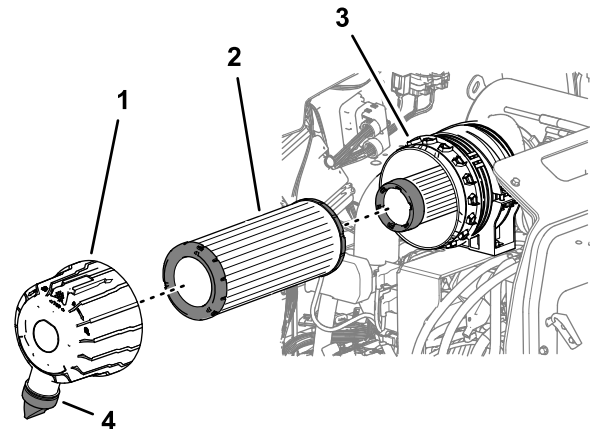

Figure 52
3. Déposez le préfiltre (Figure 52).